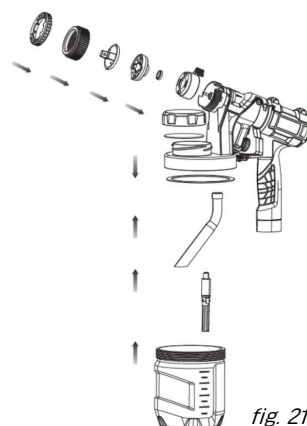

fig. 21
21. Réassemblez le pulvérisateur (fig. 21).